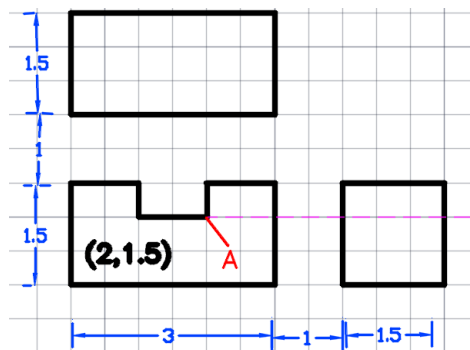

Figura 6.13. Desenarea liniilor ascunse.
Pentru trasarea următoarelor linii, rularea *Object Snap Intersection* va fi destul de utilă. În aceste condiții facem clic dreapta pe: butonul Object Snap, facem clic pe: Settings, facem clic pe: Clear All (din fila Object Snap a casetei de dialog), facem clic pe: Intersection, facem clic pe: OK pentru a ieși din caseta de dialog, facem clic pe: buton Object Snap pentru a-l porni, facem clic pe: butonul Line, specificăm primul punct: facem clic pe colțul din dreapta jos (A) al slotului din vedere frontală apoi apare marcatorul de intersecție, specificăm următorul punct sau [Undo]: facem clic pe orice punct din dreapta vederii laterale, specificăm următorul punct sau [Undo]: [Enter], iar la sfârșit desenul ar trebui să arate ca în Figura 6.13.